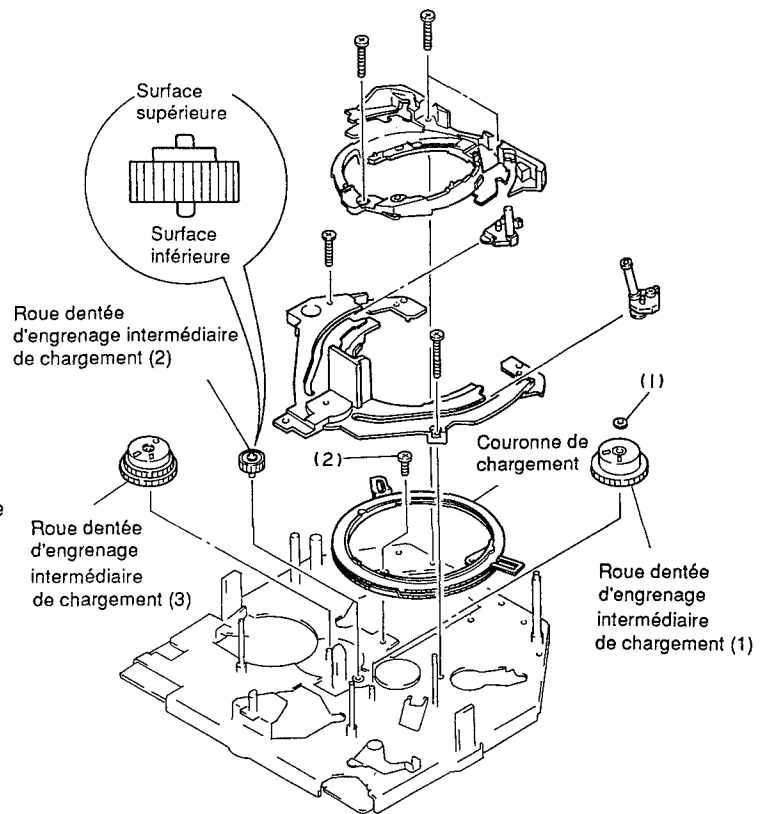

Fig. 2-17
2-19 Roues dentées d'engrenage intermédiaires de chargement (1), (2) (Fig. 2-17)
- 1) Retirer la roue dentée d'engrenage intermédiaire de chargement (2) du châssis
- 2) Retirer la rondelle (1) qui immobilise la roue dentée d'engrenage intermédiaire de chargement (1)
- 3) Retirer la roue dentée d'engrenage intermédiaire de chargement (1) du châssis
2-20 Couronne dentée de chargement et roue dentée d'engrenage intermédiaire de chargement (3) (Fig. 2-17)
- 1) Retirer la vis de fixation (2) qui immobilise la couronne de chargement
- 3) Retirer la roue dentée d'engrenage intermédiaire de chargement (3) du châssis